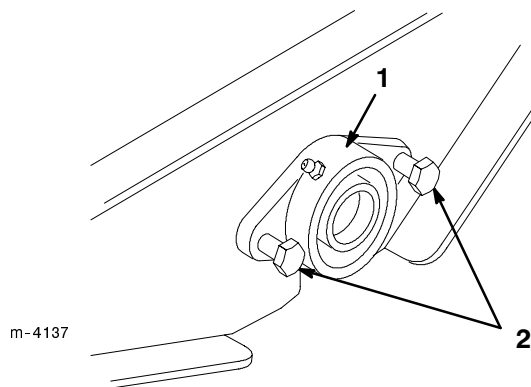

Abbildung 20
- Die beiden Schrauben lösen, mit denen die Sicherungsmanschette der Achse befestigt ist (Abb. 20).